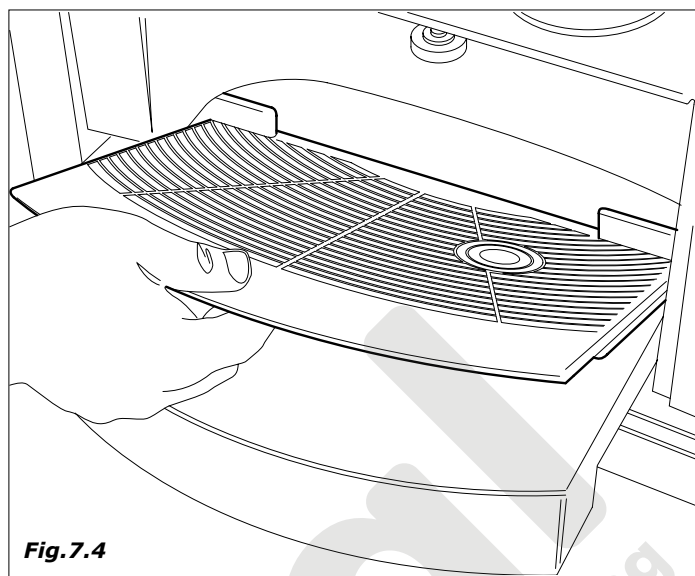

Fig. 7.4
- ventana y soporte de dispensación del producto (Fig.7.4)